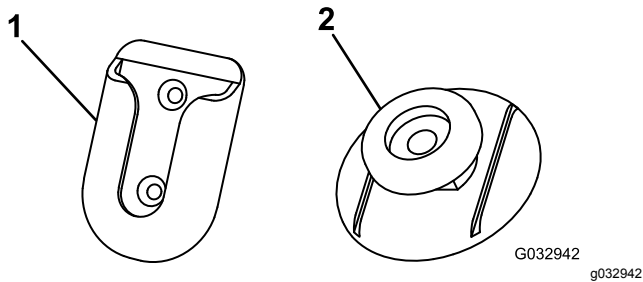

Figure 25
- Nettoyez le dos du support pivotant (Figure 25) avec le tampon imbibé d'alcool puis séchez-le.
- Retirez la pellicule protectrice d'un côté de la surface adhésive et appliquez ce côté au dos de la patte de montage (Figure 25).